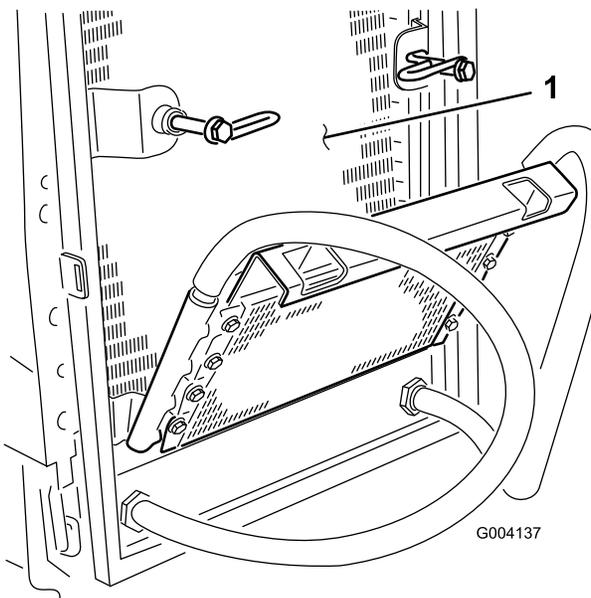

Рисунок 63
6. Тщательно очистите обе стороны маслоохладителя и радиатора (Рисунок 63) сжатым воздухом.